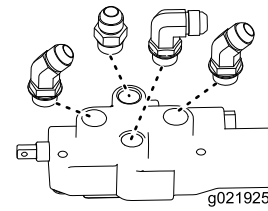

Figure 7
1. Posez les raccords comme montré à la Figure 7.